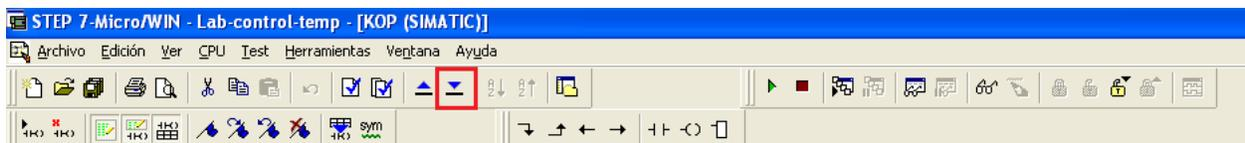

Imagen 15.
4.9. Para cargar el programa en la CPU, haga clic en el botón “cargar en CPU” ubicado en la parte superior. (Ver imagen 15)